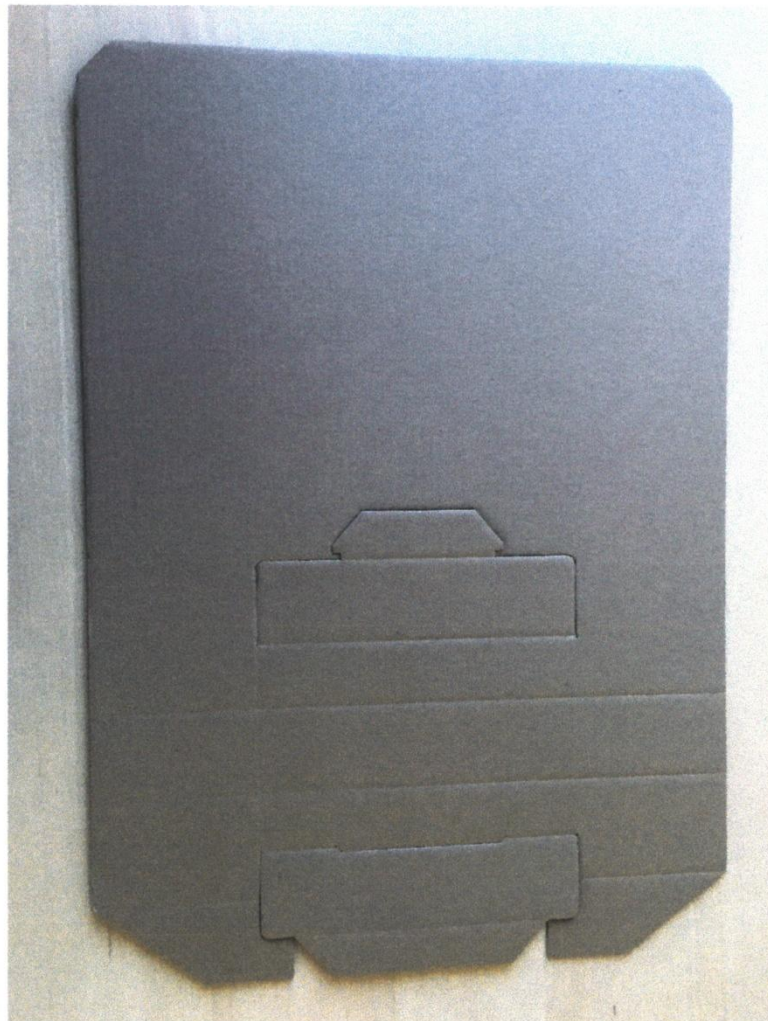

Fig. 1
- Fig. 1 przedstawia wykrój opakowania z liniami zagięć i liniami przecięć;